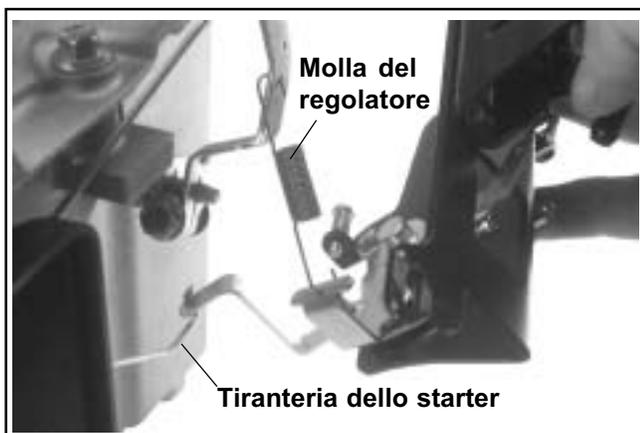

Figura 10-65. Collegamento di tiranteria dello starter e molla del regolatore.
1. Fissare la molla alla leva del regolatore e la leva dell'acceleratore alla staffa di comando dell'acceleratore, nei fori originali. Se i fori non sono stati marcati in sede di smontaggio, fare riferimento alla tabella nella Sezione 5, Figura 5-23. Collegare la tiranteria dello starter dal carburatore alla leva di azionamento della staffa di comando dell'acceleratore. Vedere Figura 10-65.